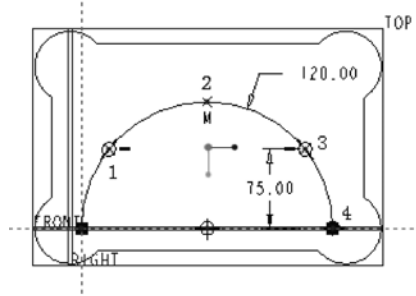

图 5-67 草绘
- 6 在“草绘”选项卡的“设置”面板中单击“草绘视图”按钮，从而定向草绘平面使其与屏幕平行。绘制如图 5-67 所示的图元，其中包括几何基准点 1、2、3 和 4，圆弧从阵列导引中心开始并经过这些几何点，然后单击“确定”按钮.